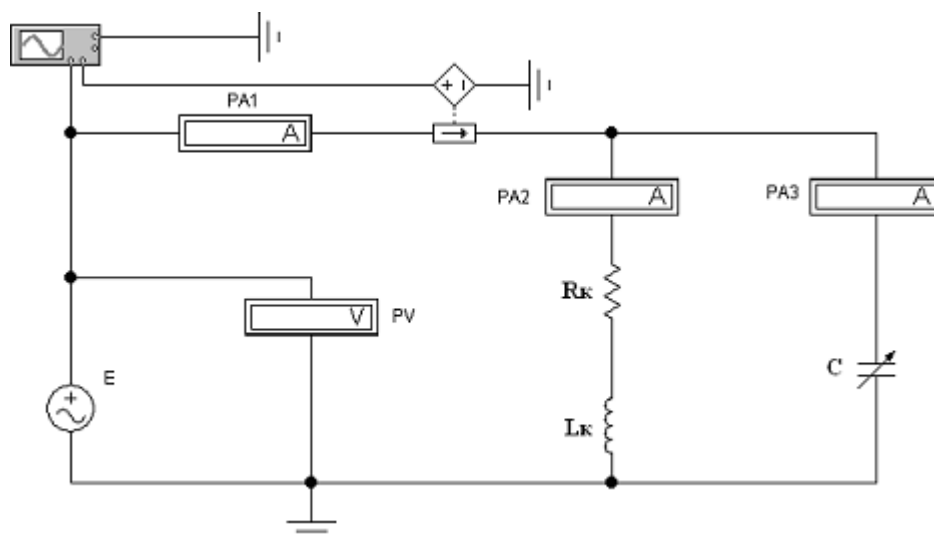

Рисунок 4.1 – Электрическая схема разветвленной электрической цепи синусоидального тока
1. Ознакомиться с электрической схемой, приборами и элементами (см. рис. 4.1). Изучить принципиальную схему электрической цепи.
1) собрать компьютерную модель схемы. Для этого, используя панель групп библиотеки компонентов и мышь, поместить на рабочее поле программы Electronics Workbench модели элементов схемы и измерительных приборов. Из этих элементов собрать модель электрической схемы и подключенных к ней измерительных приборов в соответствии с рис. 4.1. Соединение элементов производится с помощью мыши;